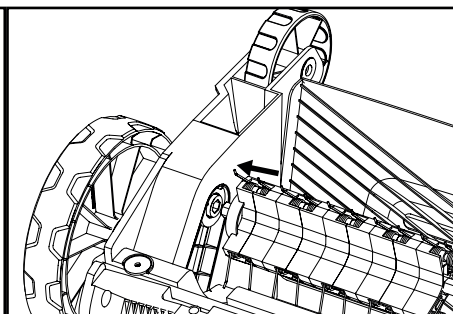

Рис.8
2. Вставьте шестигранную гайку в гнездо ведущего вала. Поставьте приводной вал, что он надежно входит в отверстие (рис.8).